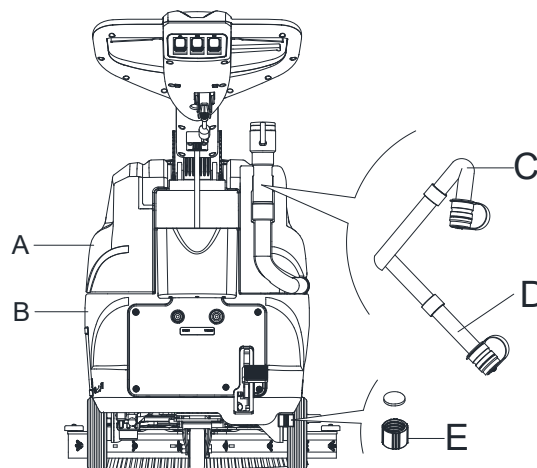

图 10
在排放污水时，务必将放污管折叠如 C，图 10 同时放置低位如 D，图 10，再打开放污管盖排水，不可将放污管排水口端朝上直立排水，以免污水溅到操作者身上。
8. 打开清水箱放水口盖（E，图10），排干清水箱的水，然后用清水冲洗清水箱内部。
2. 按照前面所述步骤清空清水箱（B，图10）和污水箱（A，图10）。